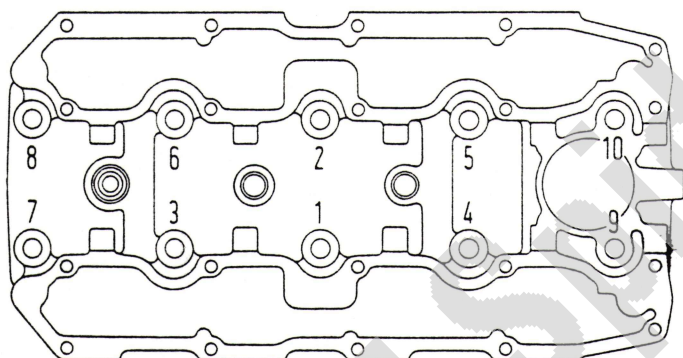

Abb. 14. - Schema der Anzugsreihenfolge der Befestigungsschrauben des Zylinderkopfes auf den Zylinderblock.
Das Anziehen der Befestigungsschrauben des Zylinderkopfes am Kurbelgehäuse erfolgt mittels eines Drehmomentschlüssels gemäss der Anzugsreihenfolge in Abb. 14. Das Anziehen dieser Schrauben muss progressiv und in nicht weniger als zwei Stufen, durchgeführt werden:
- Zwei Hilfsbolzen in die Bohrungen der Zylinderkopf-Befestigungsschrauben einschrauben, z.B. in die Bohrungen für die Schrauben 8 und 9 (Abb. 14).
- Die Befestigungsschrauben laut der vorgeschriebenen Reihenfolge (Abb. 14) und Spannkraft anziehen